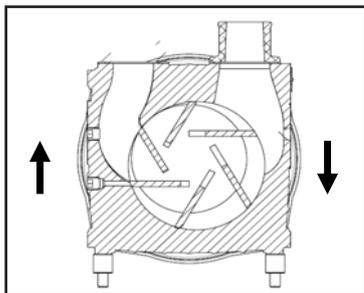

Figura 3 - Rotazione
3. Assicurarsi che il compressore giri nella direzione indicata dalle frecce incise sul corpo ; vedi figura 3.